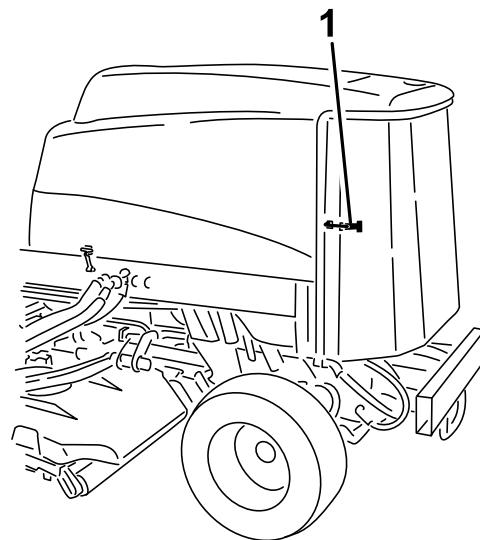

図 72
1. 後部スクリーンのラッチを外してスクリーンを開く図 72。